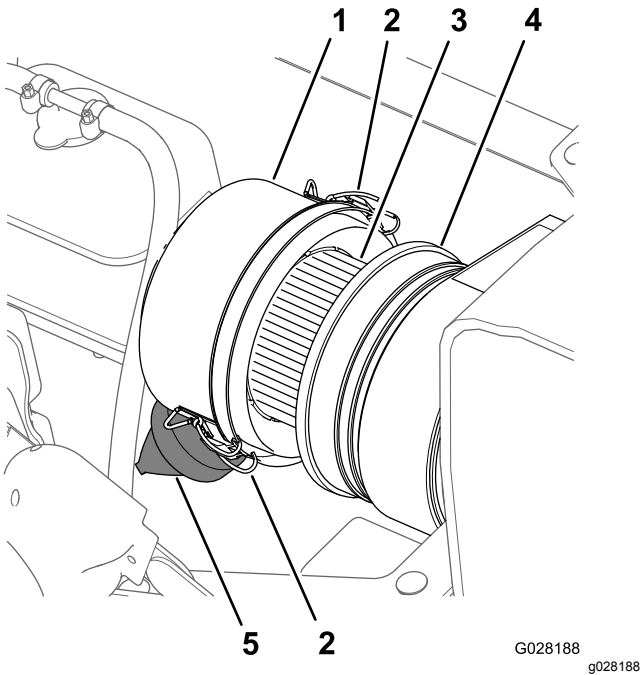
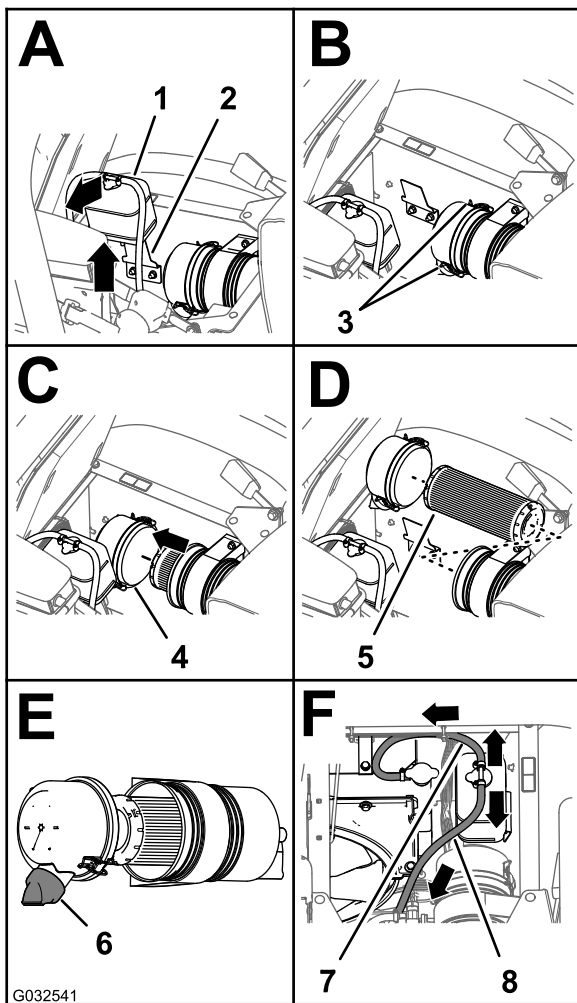

Figura 66
Figura 67
3. Limpie el tapón guardapolvo y el cuerpo del limpiador de aire (Figura 66).
4. Inspeccione la carcasa del limpiador de aire en busca de daños que pudieran causar una fuga de aire (Figura 66).
5. Apriete la válvula de polvo para limpiarla de suciedad, polvo y residuos (Figura 66).
7. Compruebe si el elemento del filtro de aire tiene una acumulación excesiva de suciedad, polvo y residuos (Figura 66).
8. Instale el tapón guardapolvo en el cuerpo del limpiador de aire, y sujete el tapón con los 2 enganches (Figura 66).
2. Limpie el tapón guardapolvo y el cuerpo del limpiador de aire (Figura 66).
3. Levante el depósito de expansión del refrigerante y retírelo del soporte del depósito (Figura 67).
4. Abra los dos enganches que sujetan el tapón guardapolvo a la carcasa del limpiador de aire (Figura 67).
6. Limpie el interior del tapón guardapolvo, la carcasa del limpiador de aire y la válvula de polvo con un trapo húmedo (Figura 66 y Figura 67).
7. Instale el elemento del filtro de aire en la carcasa del limpiador de aire (Figura 67).
8. Instale la tapa sobre el cuerpo del limpiador de aire y sujétela con los 2 enganches (Figura 67).
Nota: Asegúrese de que la válvula de polvo está alineada a una posición entre las 5 y las 7, vista desde el extremo (Figura 67).
9. Alinee el depósito de expansión del refrigerante con el soporte del depósito y coloque el depósito firmemente (Figura 67).
Importante: Asegúrese de que la manguera de alivio de presión está enrutada hacia delante y hacia abajo, y que la manguera de ventilación está enrutada hacia atrás, según se muestra en Figura 67.